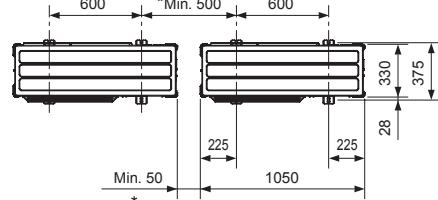

Fig. 3-1
- Se til at du installerer enheten på en solid, jevn overflate for å forhindre klaprelider under drift. (Fig. 3-1)